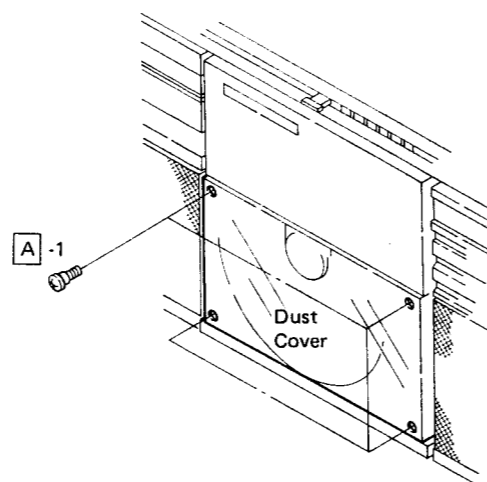

Figure 7-1
1. Remove four screws at the dust cover, and take the cover off. See Fig. 7-1.
1. Die vier Schrauben der Abdeckhaube entfernen, wonach diese dann abgenommen werden kann. Siehe Abbildung 7-1.
1. Enlever les quatre vis du protège-poussière, puis retirer celui-ci. Voir la Fig. 7-1.